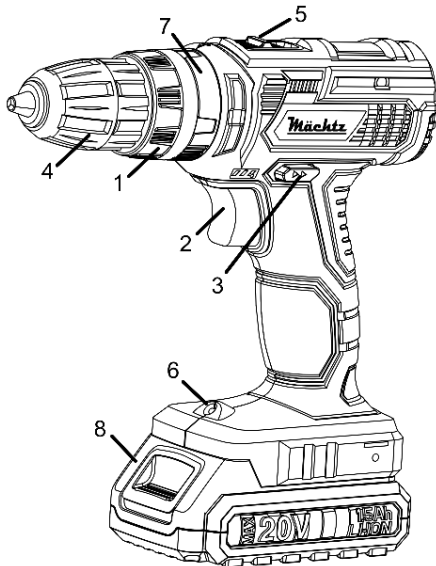

Рисунок 1
Щоб увімкнути виріб, натисніть на пускову клавішу (2, рисунок 1). Для вимкнення виробу, потрібно відпустити клавішу.
За допомогою механічного перемикача (5, рисунок 1) можна встановити один із двох діапазонів швидкостей роботи виробу.
За допомогою пускової клавіші (2, рисунок 1) можна змінювати швидкість обертання патрона. Швидкість обертання залежить від ступеня натискання на клавішу: чим сильніше натискати, тим вище буде швидкість обертання, та навпаки.
Перемикач реверсу (3, рисунок 1) дозволяє змінювати напрям обертання патрона. В середньому положенні перемикача виконується блокування пускової клавіші (2, рисунок 1).
4.6.1 Для режиму загвинчування/відгвинчування встановіть кільце вибору режимів (7, рисунок 1) на значок «гвинт» та виберіть значення крутного моменту, сумістивши обране число на кільці регулятора крутного моменту (1, рисунок 1) зі стрілкою на корпусі.
4.6.2 При виконанні технологічної операції «свердління», кільце вибору режимів (7, рисунок 1) переведіть у положення зі значком «свердло».
4.6.3 При виконанні робіт з буріння пористого бетону, кільце вибору режимів (7, рисунок 1) переведіть у положення зі значком «молоток».